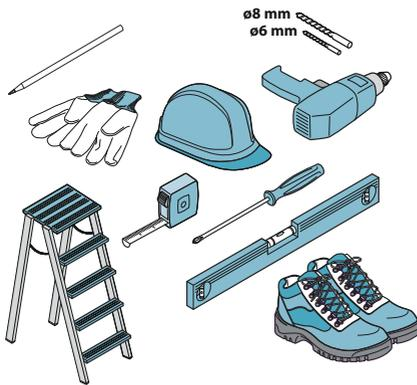

Fig. 15
- Le componenti all'interno dell'apparecchio possono avere estremità affilate. Indossare guanti ed equipaggiamento di protezione (Fig. 15).